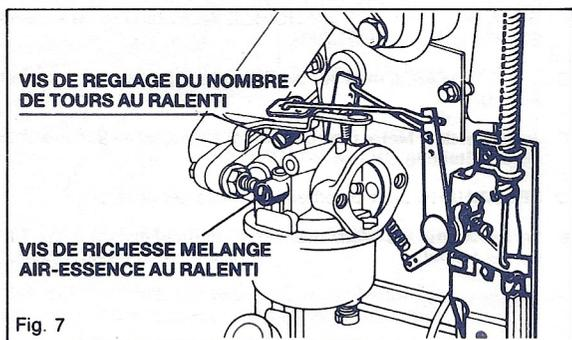

Fig. 7
**REGLAGE DU CARBURATEUR** (voir fig. 7)